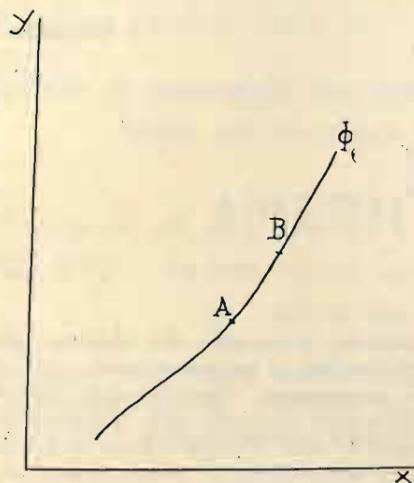
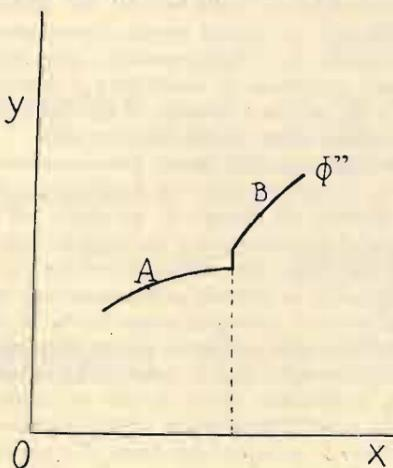
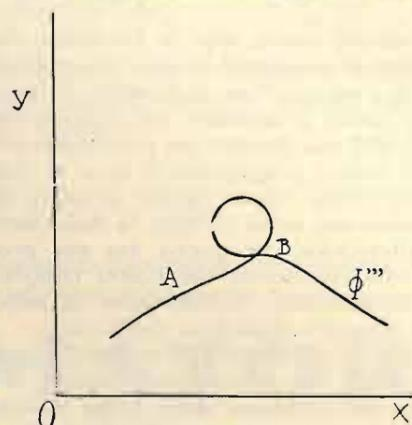
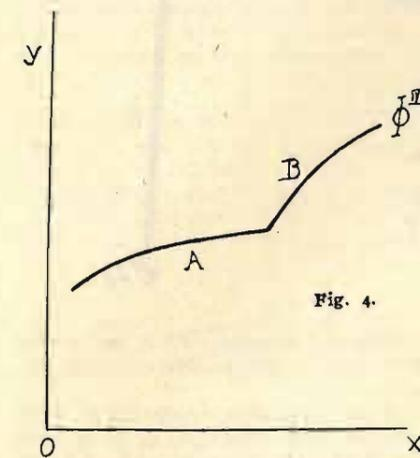

Fig. 1.
Fig. 2.
Fig. 3.
Fig. 4.
La sua traduzione grafica nel piano xy può essere una generica curva del tipo riportato in fig. 1 e cioè aperta e semplice. Lo studio di una cosiffatta funzione è fondamentale per la trattazione tecnico-analitica dei Selettori R. R. R. Volei dire che la (1) è traducibile secondo il tipo di curva di fig. 1, significa che la funzione da un suo definito valore rappresentato, ad esempio dal punto A, passa ad un altro valore B, con continuità senza salti come potrebbe essere invece la  $\Phi''$  di fig. 2, senza punti doppi come la  $\Phi'''$  di fig. 3, o punti angolosi come  $\Phi''''$  di fig. 4.